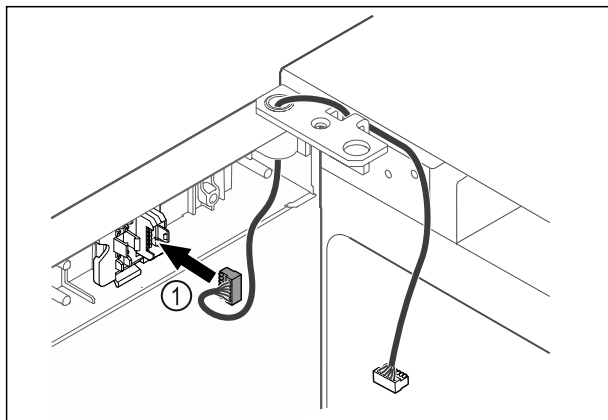

Fig. 46
- ▶ Utaknite utikač Fig. 46 (1) u držač utikača.